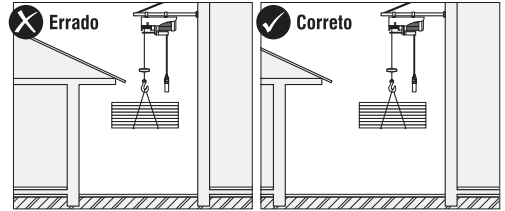

Fig. 5 – El área de desplazamiento del winche debe estar desobstruida
- b. En el movimiento y transporte de estructuras, placas y otros pre-moldados, así como cargas en general, deben ser tomadas todas las medidas preventivas que garanticen su estabilidad. Observar también que en el curso vertical no puede haber interferencias que vengán a obstruir su libre desplazamiento, Fig. 5;